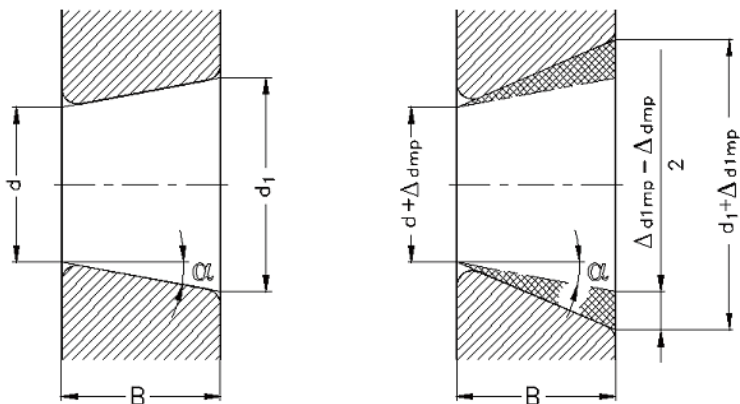

Abb. 5.2
(Siehe Definitionen Abb. 5.2)
**Legende zu Abb. 5.2:**